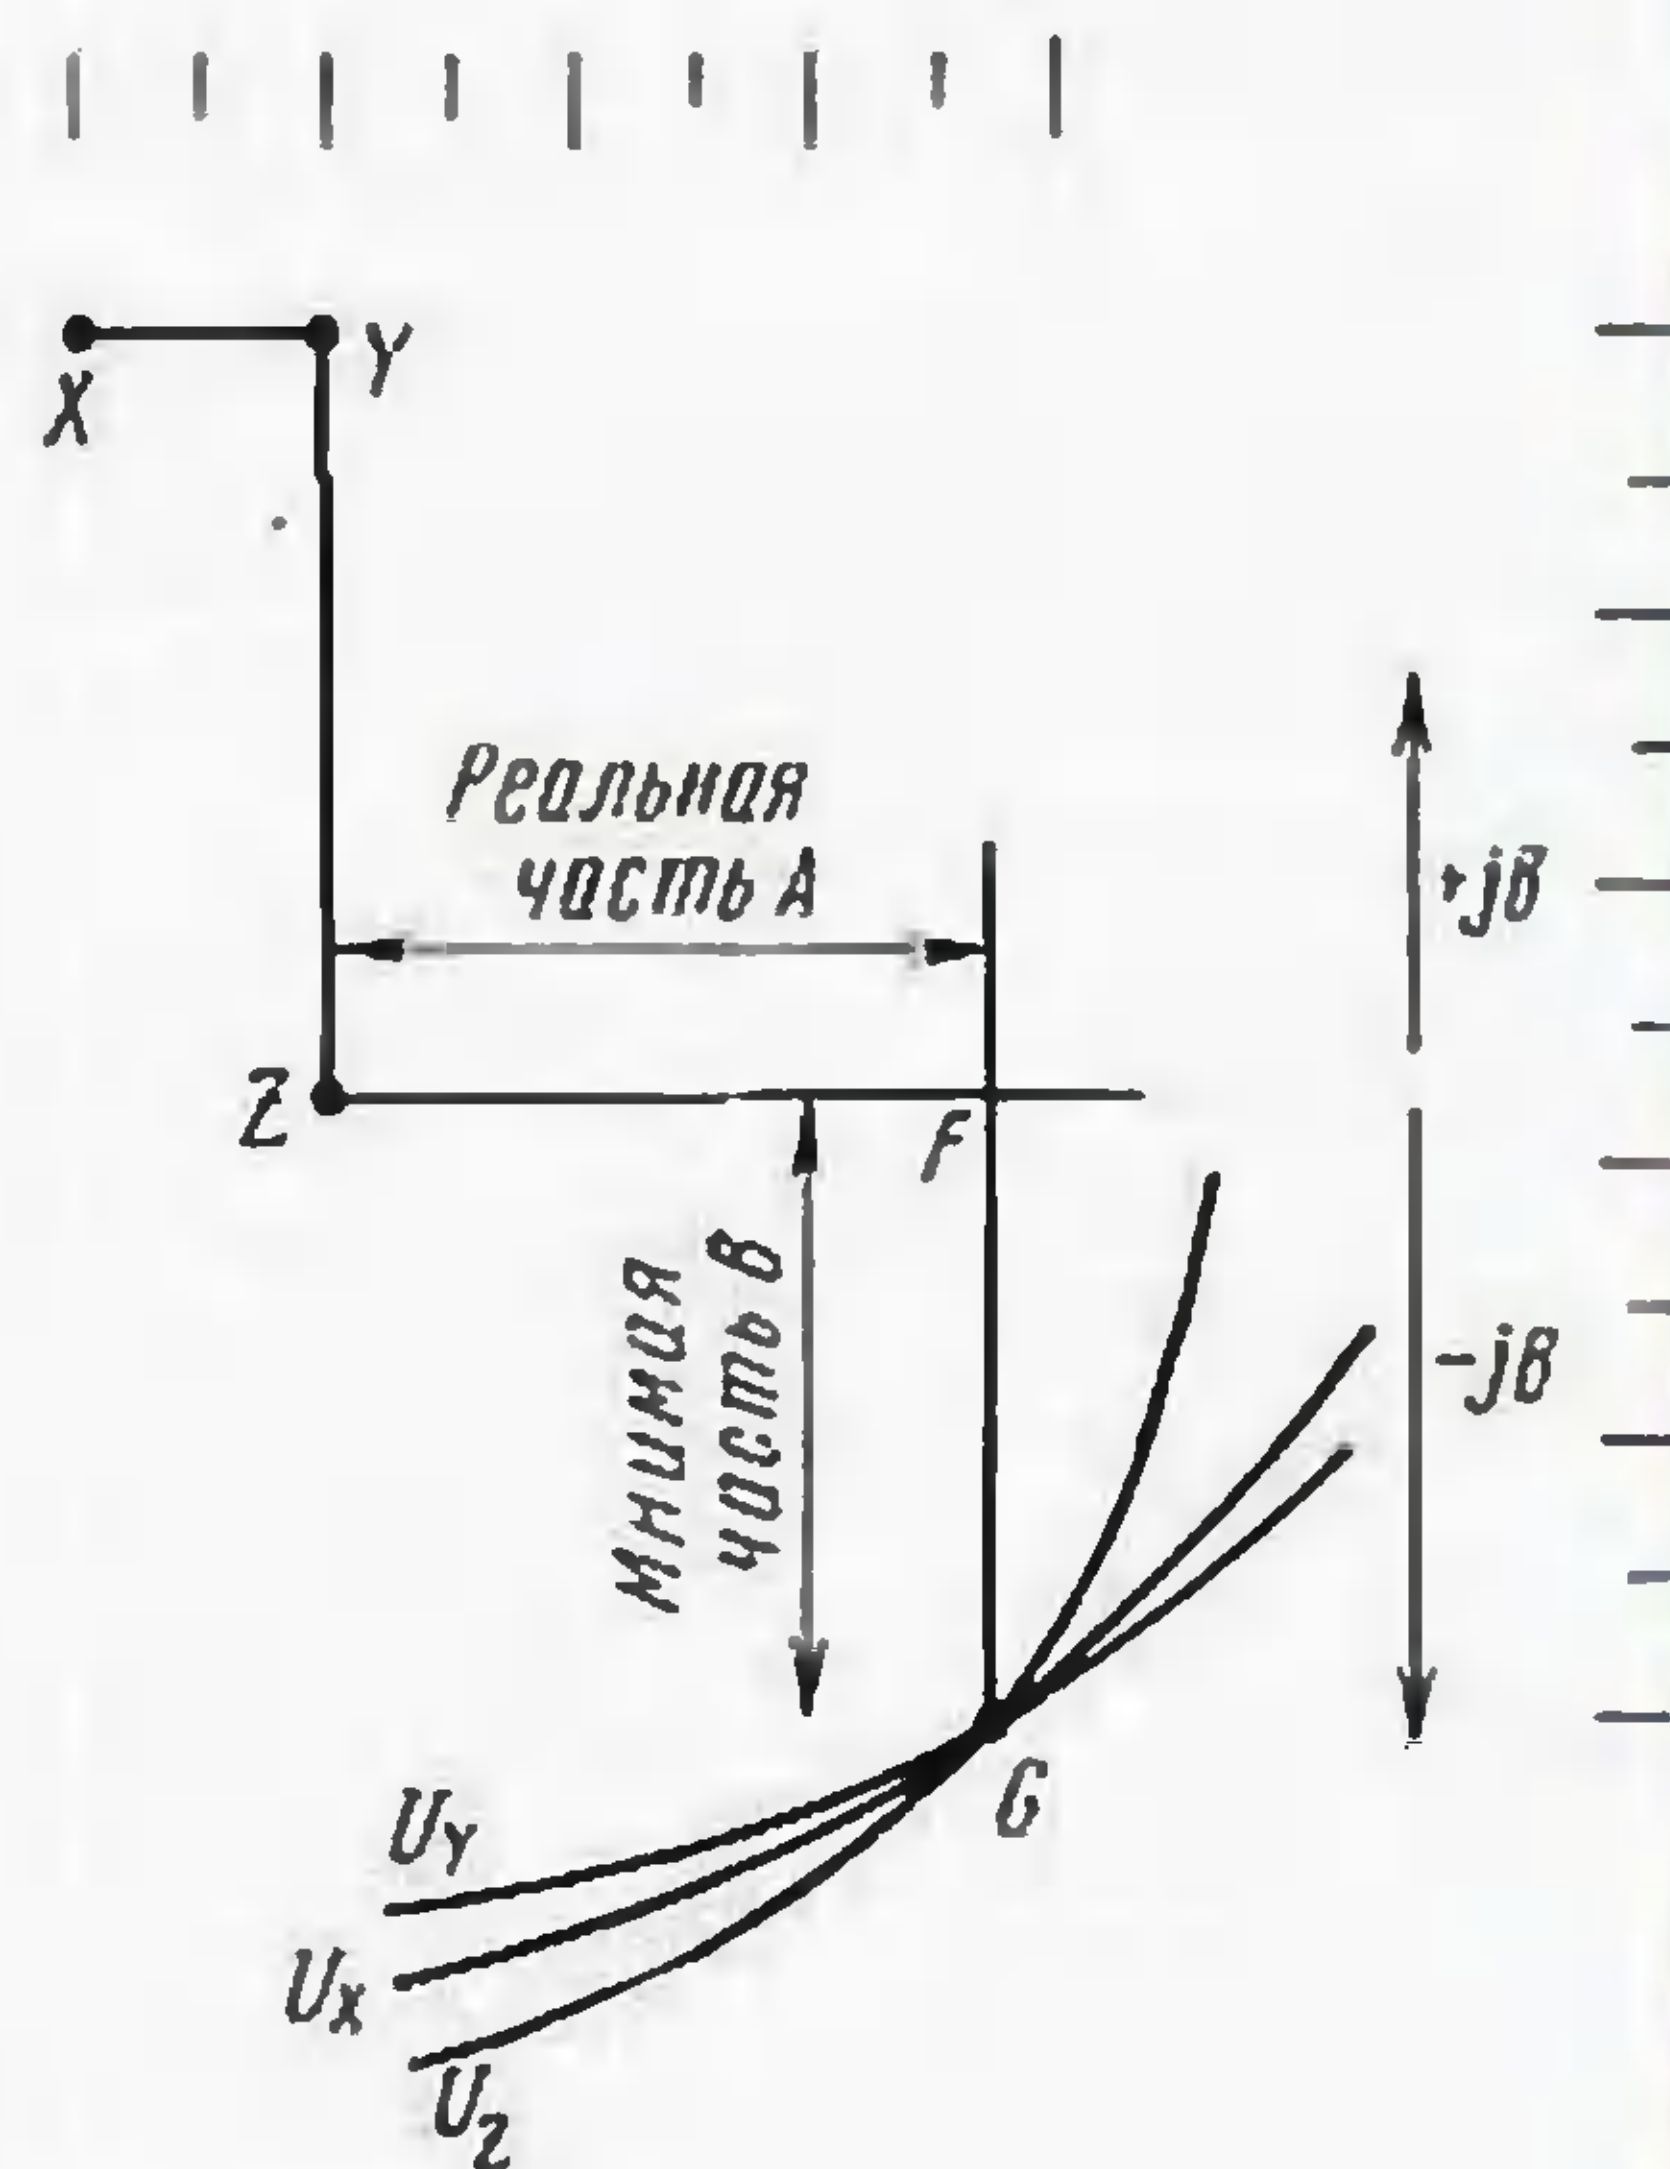

Рис. 2
11. Используя горизонтальную и вертикальную шкалы вашей графической бумаги, считайте по горизонтальной прямой реальную часть импеданса вашей антенны A, а по вертикальной — мнимую jB, т. е. прямая ZF будет реальной частью импеданса, а FG — мнимой, причем нижняя часть (ниже горизонтальной линии) будет представлять отрицательную реактивность (емкостную составляющую), а верхняя — положительную (индуктивную). Примерный вид графического выполнения расчета показан на рис. 2.